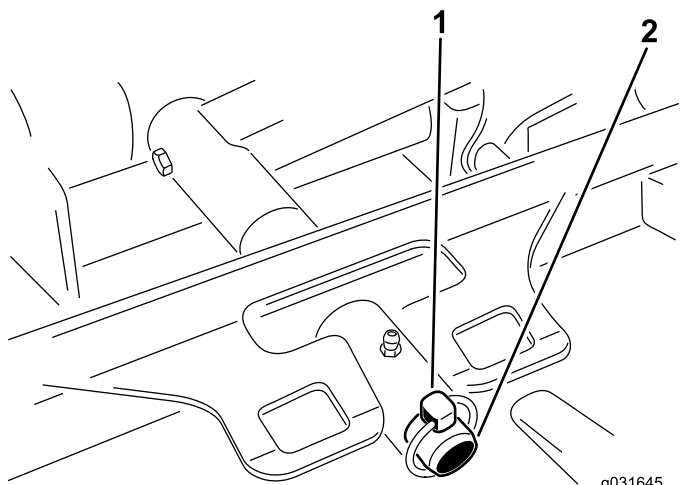

图 69
- 卸下将滚刀组承载架固定至提升臂枢轴销的保险销或锁紧螺母图 69。
- 将滚刀组承载架滑到提升臂枢轴销上并用保险销或锁紧螺母固定图 69。